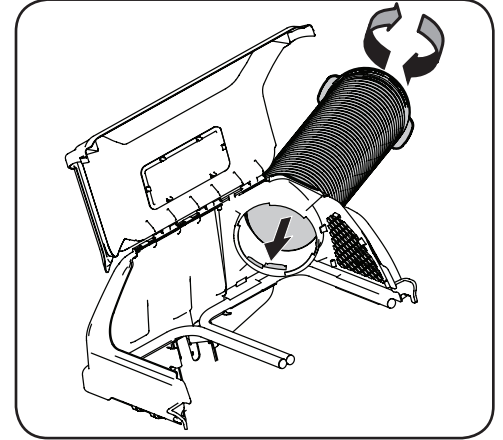

Figura 4-20
- Enrosque el extremo superior del tubo del canal firmemente en el soporte del canal superior. Hay dos lengüetas en la parte interna inferior del soporte del canal superior para permitir que se enrosque firmemente. Consulte la Figura 4-20.